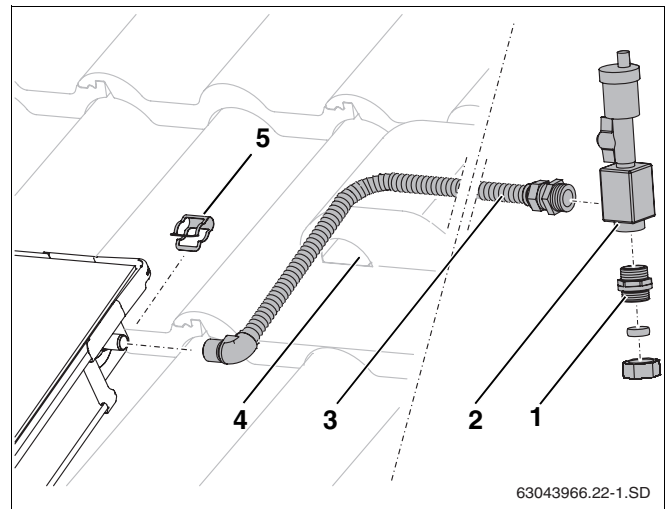

Fig. 56 Montaje del purgador por debajo del tejado
- ▶ Coloque el tubo de conexión (fig. 56, **pos. 3**) en la conexión de impulsión del campo de colectores y fíjelo con una abrazadera (fig. 56, **pos. 5**).
- ▶ Introduzca el tubo de conexión junto con el cable de la sonda a través de la teja de ventilación (fig. 56, **pos. 4**) y del aislamiento del tejado.
- ▶ Enrosque firmemente el tubo de conexión (fig. 56, **pos. 3**) y el casquillo doble (fig. 56, **pos. 1**) en el acumulador de aire (junta tórica).
- ▶ Conecte el tubo colector al casquillo doble con rosca de conexión (fig. 56, **pos. 1**).